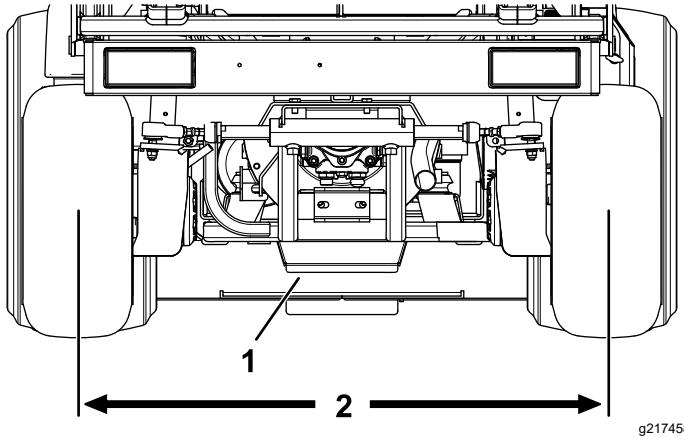

図 83
- 右タイヤの中心線からと左タイヤの中心線までの距離が、タイヤの前後で等しくなるように、タイロッドを回して調整する 図 83。